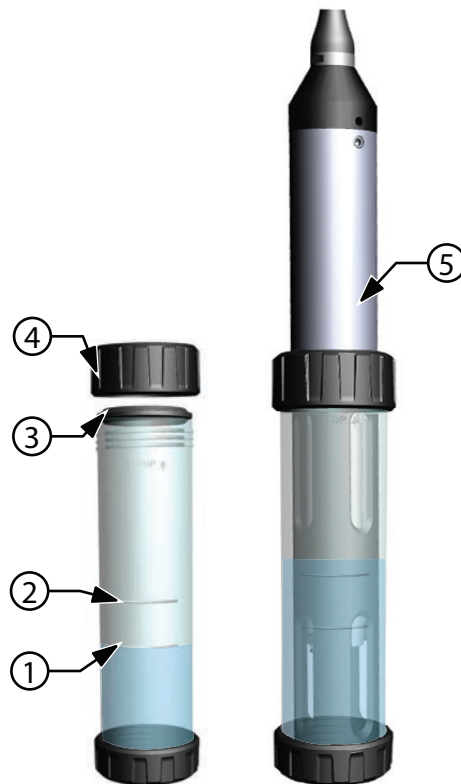

Abbildung 44 Normvolumen des Kalibrierungsbechers
4. Für die pH-, ORP- und Trübungskalibrierung befüllen Sie den Kalibrierungsbecher ca. bis zur ersten Linie mit frischer Kalibrierungsstandardlösung. Bis zur zweiten Linie befüllen, um die Leitfähigkeit zu kalibrieren (Abbildung 44 auf Seite 34).
1. Überprüfen Sie die Dichtung des Kalibrierungsbechers auf korrekten Sitz (**Abbildung 44**). Schrauben Sie die Sicherungsmutter lose auf den Kalibrierungsbecher.